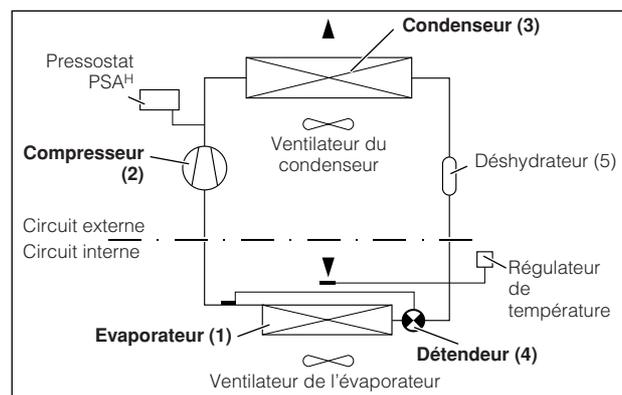

Fig. 2 : Circuit frigorifique
Le climatiseur (installation frigorifique à compression) se compose de quatre éléments principaux (voir Fig. 2) : l'évaporateur (1), le compresseur (2),